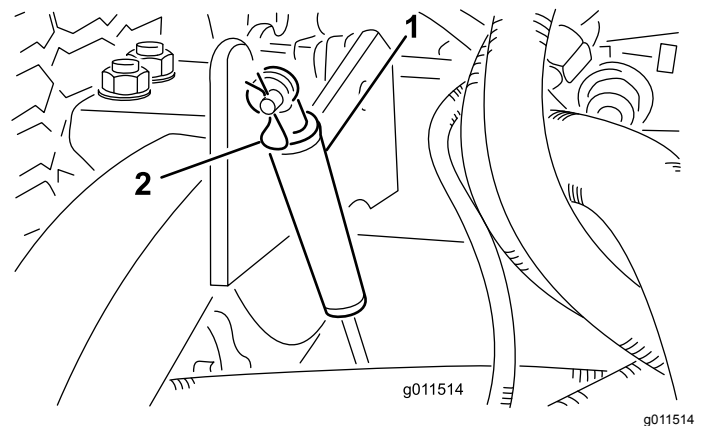

Bild 108
2. Nehmen Sie den Splint ab, mit dem die Stoßdämpfer an den Hubarmen befestigt sind (Bild 108).